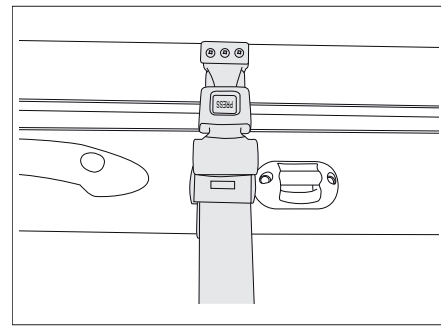

Fig. 127 Ceinture de sécurité du lit escamotable manuel
- Fixer le lit escamotable au toit avec la ceinture de sécurité (Fig. 127).